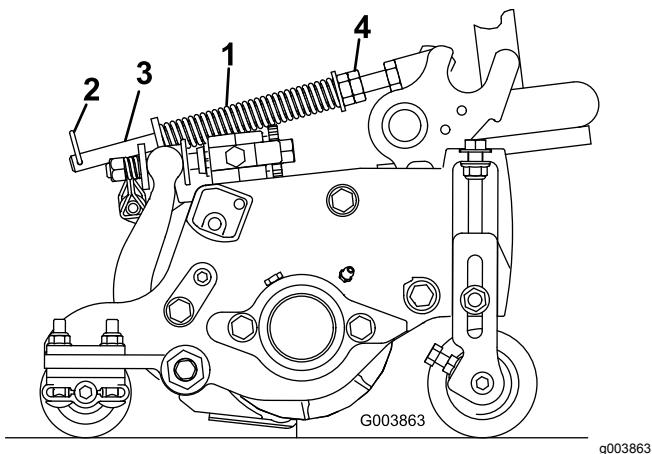

Bild 21
Die Rasenkompensierungsfeder (Bild 21) verlagert das Gewicht von der Front- zur Heckrolle. Dies reduziert ein Bobbing genanntes Wellenmuster auf der Grünfläche.
1. Stellen Sie sicher, dass der Lastösenbolzen in das hintere Loch in der Federstange eingesetzt ist (Bild 21).
2. Ziehen Sie die Sechskantmuttern vorne an der Federstange an, bis die komprimierte Länge der Feder 15,9 cm beträgt, siehe Bild 21.